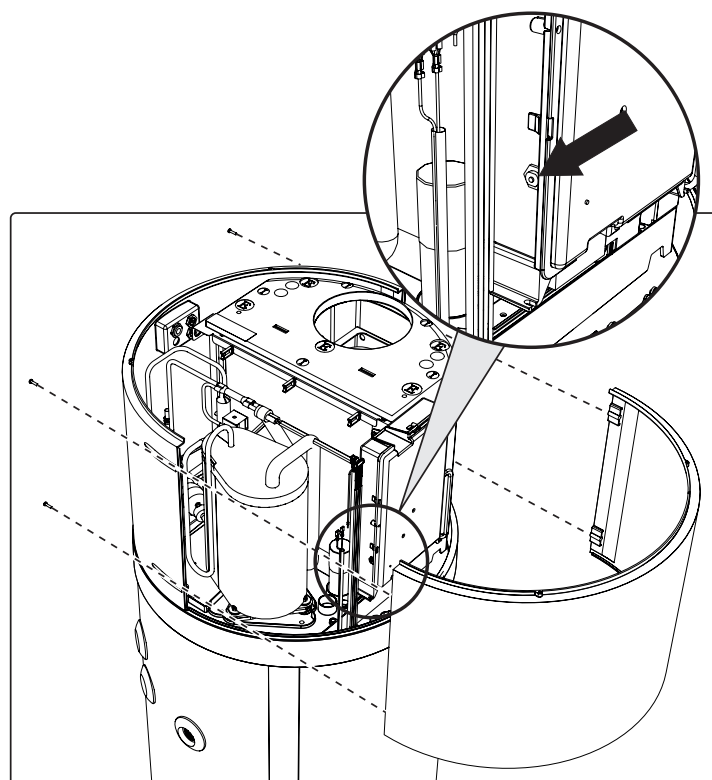

fig. 46 - Retrait du panneau avant
- Retirez le panneau avant et réinitialisez manuellement le thermostat de sécurité déclenché (fig. 46). En cas d'intervention, la broche centrale du thermostat sort d'environ 2 mm.